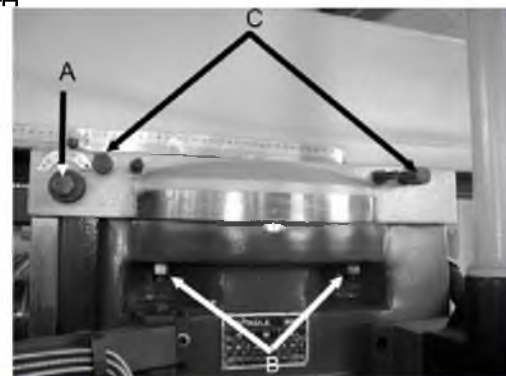

Рис. 20
1. Ослабьте два болта (С, Рис.20), которые крепят консоль к направляющим.
2. С помощью ключа поверните болт (А, Рис.20), чтобы перемещать консоль на направляющих.
3. Когда установите консоль в нужное положение, зафиксируйте болты (С, Рис.20).
1. Ослабьте четыре стопорных болта (В, Рис.20), которые крепят консоль к верхней части основания. 1/2 оборота должно хватить, чтобы консоль можно было перемещать.
3. Затяните четыре стопорных болта (В, Рис.20).